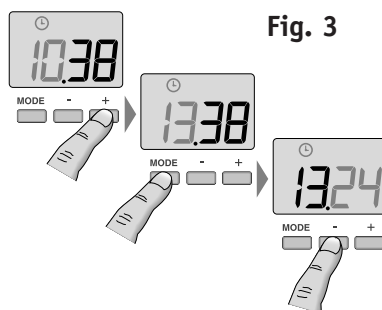

Fig. 3
3.1 Réglage de l'heure (fig. 3)